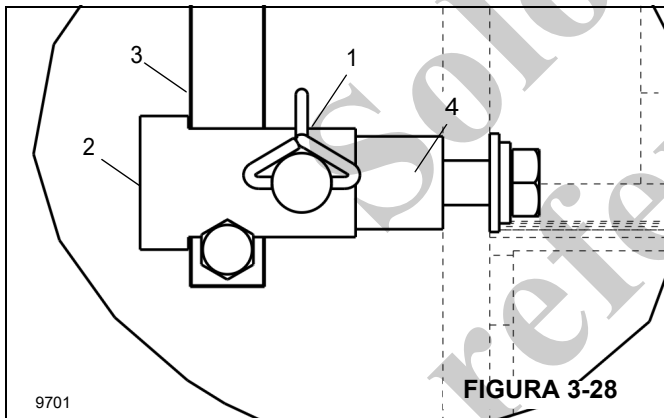

FIGURA 3-28
2. Retire la pinza del pasador de seguridad (1, Figura 3-28). Retire el pasador.
3. Retire el buje (2) del mástil del anemómetro (3) y del retenedor de varilla (4).
4. Retire el mástil del anemómetro (3) del retenedor de varilla (4).
5. Instale el buje (2) y el pasador de seguridad (1) en el retenedor de varilla (4).
2. Instale el mástil del anemómetro (3, Figura 3-28) en el retenedor de varilla (4).
3. Instale el buje (2) en el mástil (3) y en el retenedor de varilla (4). Alinee el buje y los agujeros del retenedor de modo que el pasador de seguridad pueda instalarse.
4. Instale el pasador de seguridad (1) en el buje (2) y en los agujeros del retenedor (4). Fije el pasador (1) con la pinza de seguridad.